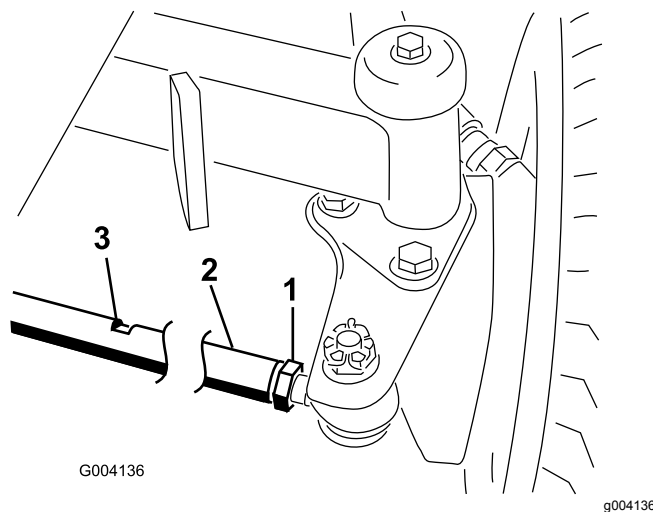

Figure 81
2. Desserrez l'écrou de blocage à chaque extrémité de la biellette (Figure 81).